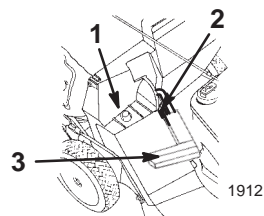
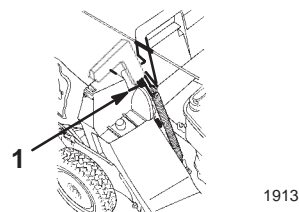

Figure 15
Figure 16
2. Vérifiez que la poignée du volet d'éjection est complètement abaissée vers l'avant et que l'ergot est bien engagé dans son logement (Fig. 15).
3. Accrochez le cadre du sac par le trou sur l'ergot de retenue situé sur l'éjecteur (Fig. 15).
5. Tirez la poignée du volet d'éjection vers l'avant pour dégager le goujon et le faire passer après la rampe du volet du sac, puis repoussez la poignée vers l'arrière pour bloquer le goujon dans l'encoche du sac (Fig. 16).
2. Tirez la poignée du volet d'éjection vers le haut et hors de l'encoche du sac (Fig. 16), puis vers l'avant pour qu'elle s'engage l'arrêt (Fig. 15).